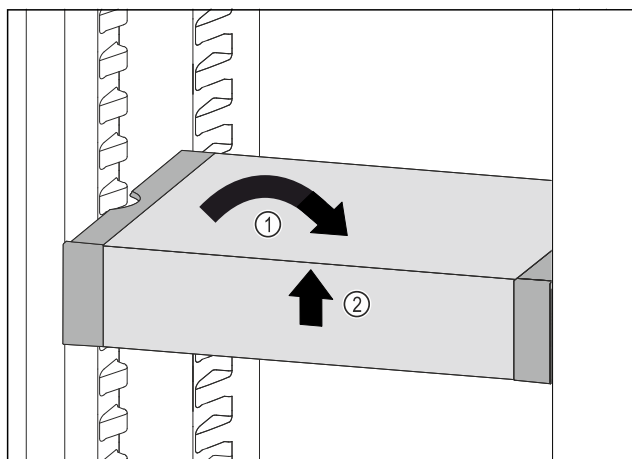

Fig. 97
- Ispravite VarioSafe. Fig. 97 (1)
- Podignite sprijeda VarioSafe. Fig. 97 (2)